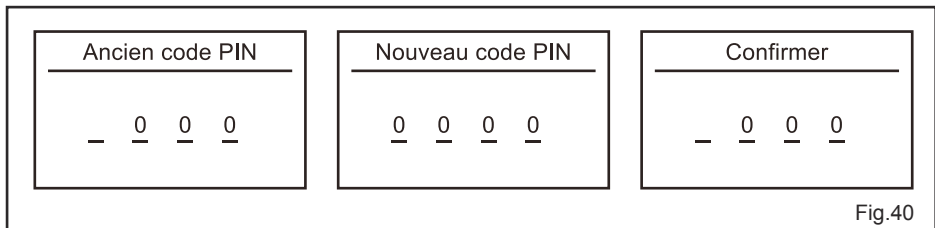

Fig. 40
2) Modifier le code PIN (Fig. 40)